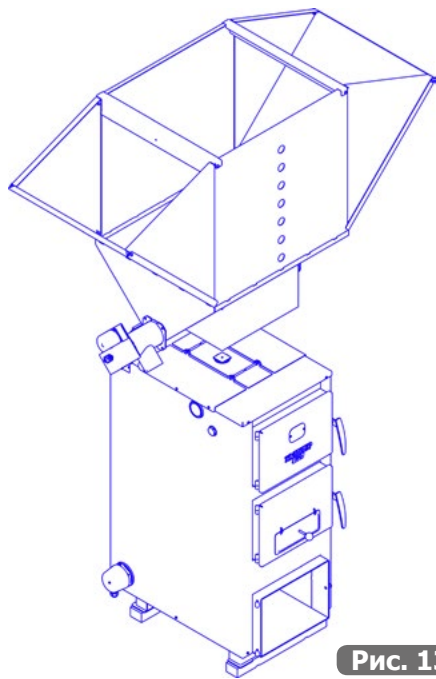

Рис. 13
4. Установите собранный бункер на монтажную платформу, держа его за основание (Рис. 13).